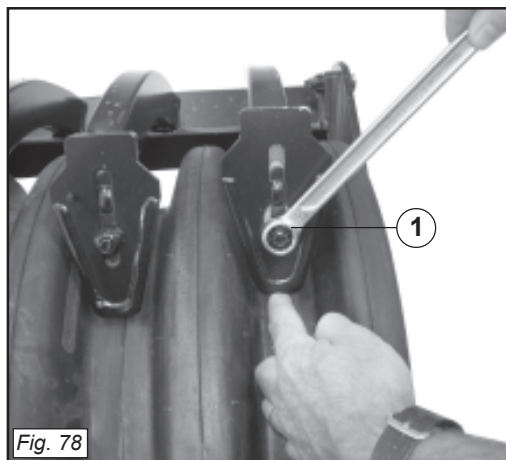
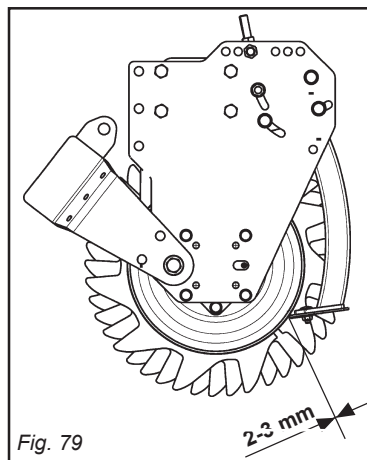

Fig. 78
Fig. 79
Il montaggio corretto si ottiene fissando la piastrina raschiatrice al supporto raschiaterra, facendola scorrere sulla guida e bloccandola con la vite (1 Fig. 78) ed il dado alla distanza desiderata dal rullo.
Per il rullo gommato si consiglia una distanza tra rullo e piastrina di 7/10 mm, per tutti gli altri rulli invece è consigliata una distanza di 2/3 mm (Fig. 79).
indem man das Abstreifplättchen am Erdabstreifträger befestigt, es über die Führung gleiten lässt und mit der Schraube (1) und der Mutter im gewünschten Abstand von der Walze blockiert. Für die Gummwalze empfiehlt sich ein Abstand zwischen Walze und Plättchen von 7/10 mm, für alle anderen Walzen empfiehlt sich dagegen ein Abstand von 2/3 mm (Abb. 79).
Para obtener un montaje correcto hay que montar las plaquitas raspadoras a la viga raspadora, haciéndolas discurrir sobre la guía y fijándolas con el tornillo (1 imagen 78) a la distancia entre plaquita y rodillo. Para el rodillo engomado la distancia aconsejada entre plaquita y rodillo es 7/10 mm, para los otros rodillos la distancia aconsejada es 2/3 mm (imagen 79).